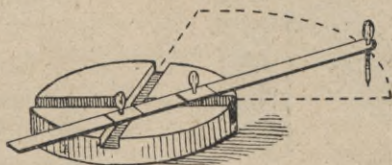

Fig. 4.
**Cyrkiel** (Zirkel). Używany jest cyrkiel żelazny lub też drewniany. Do kreślenia wielkich kół używa się cyrkiela drążkowego (Stangenzirkel), do kreślenia linii elipsowatych (owalów) cyrkiela owalowego (Fig. 4), złożonego z okrągłej tarczy, opatrzonej dwoma rowkami i obracalnego lineału z ostrzem żelaznym lub ołówkiem na wystającym końcu. Przymocowawszy tarczę, zapomocą na jej spodzie umieszczonych ostrych kołców,